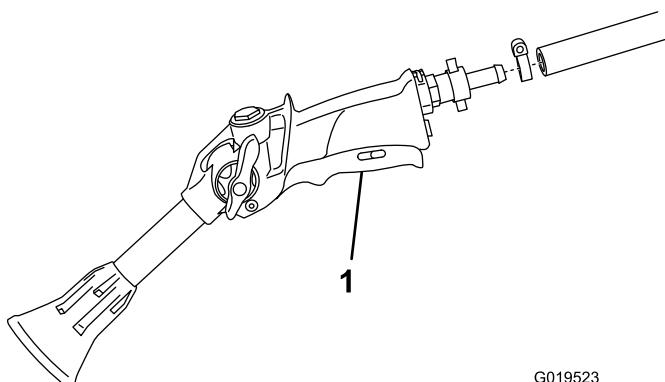

Figura 11
1. Collegate l'estremità libera del flessibile lungo al raccordo sulla pistola a spruzzo (Figura 11).